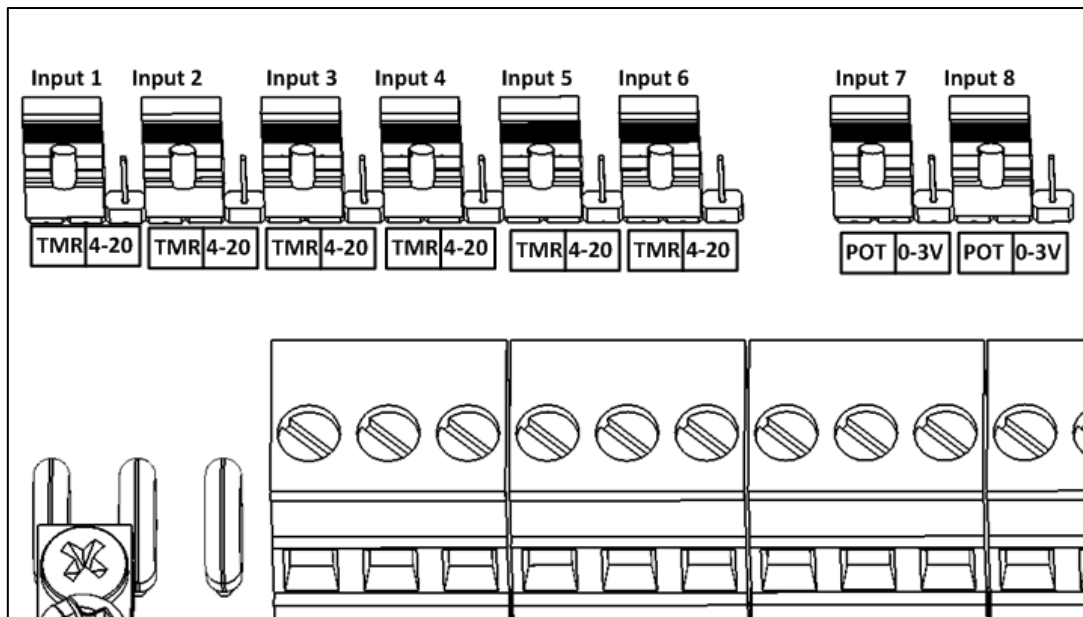

Figura 14: Posições dos jumpers
- Figura 14: Posições dos jumpers, página 102